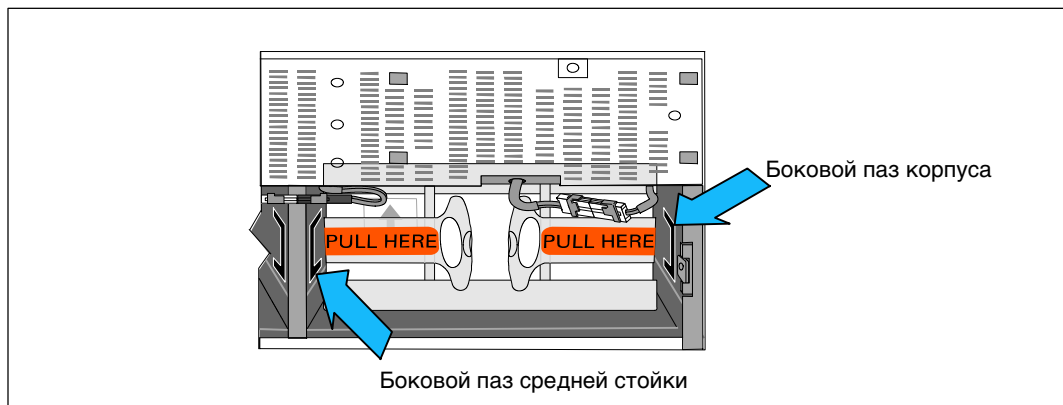

Рисунок 36. Вставка кронштейна в пазы
- 5 Снимите левый (**L**) и правый (**R**) крепежные кронштейны батарей (см. Рисунок 36):